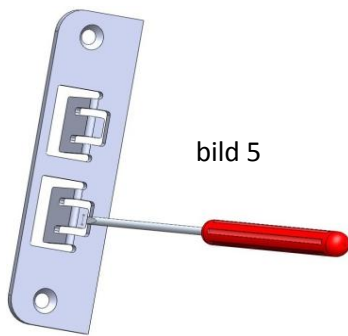

bild 5
- 3.) Kantreglarna i anslagsdörren justeras in så dom låser ordentligt, slutblecket i anslagsdörren justeras så gångdörren sluter tätt. (bild 5, 7)